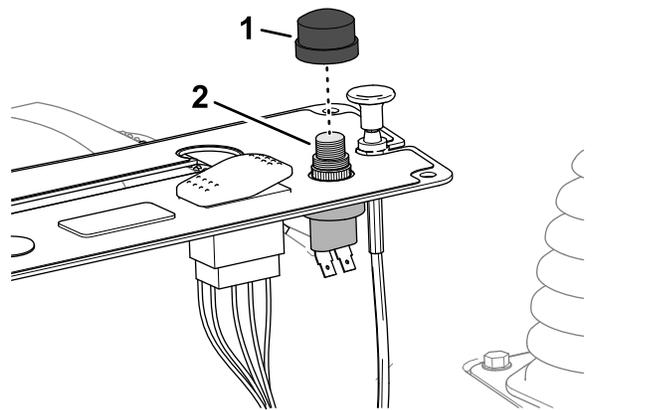

Figura 17
3. Inserite l'interruttore sull'avvisatore acustico (Figura 17).